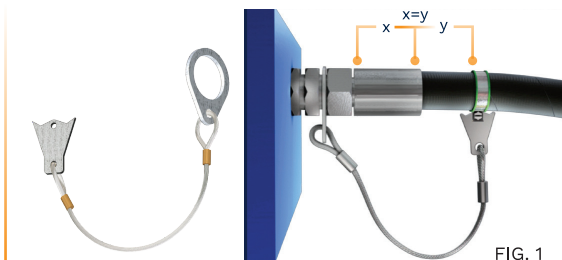

FIG. 1
2. Befestigen Sie die STOPFA-Schelle im Abstand Y, der der Länge X der Presshülse entspricht, so dass $X = Y$ ist (Abb. 1, 2, 3);
4. Achten Sie bei der Montage des STOPFUDIN-Systems darauf, dass das Befestigungselement nach dem Befestigen der Armatur frei bleibt und wie in Abbildung 1 dargestellt positioniert ist;
- Position the second low retention system (pos.2) on the nipple;
- Befestigen Sie die **STOPFA**-Schelle im Abstand Y, der der Länge X der Presshülse entspricht, so dass $X = Y$ ist (Abb. 1, 2, 3);